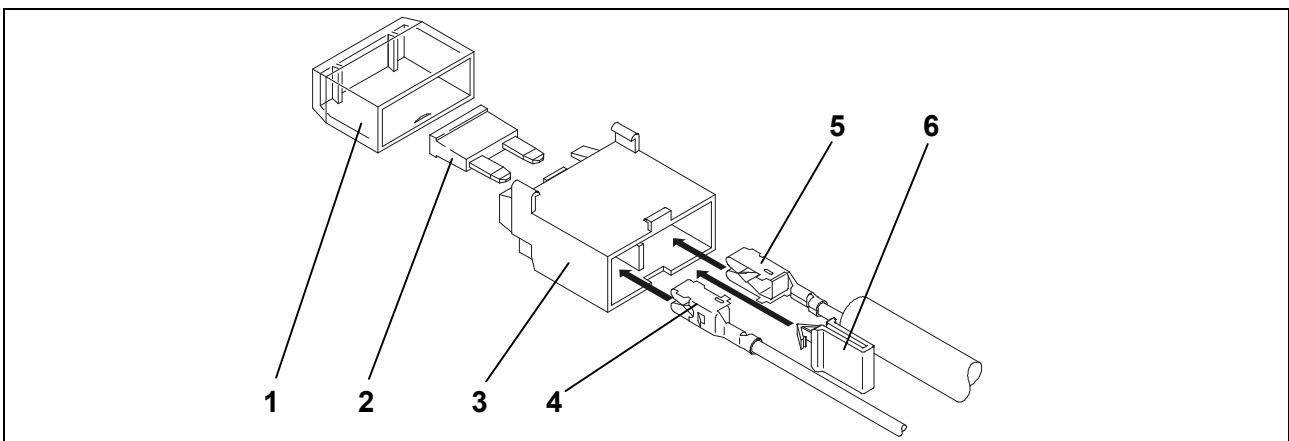

Fig. 2: Montage zekeringshouder
18. De vlakke insteekbus van de rode kabel (fig. 2/5) uit de kabelbundel en de bijliggende rode enkelvoudige leiding (fig. 2/4) in de veiligheidshouder inklikken.
19. De gele clip (fig. 2/6) plaatsen.
20. Zekering (fig. 2/2) plaatsen en afscherming (fig. 2/1) opsteken.